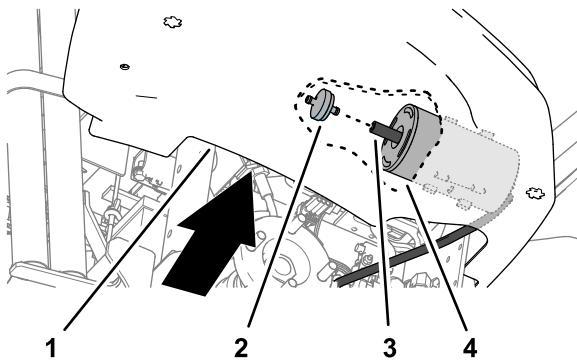

図 31
4. コンソールの下側奥のエッジ部付近にあるカーボンキャニスタフィルタを、キャニスタの所でホースから後方に引き抜く図 31。
5. 新しいカーボンキャニスタフィルタをホースに取り付ける図 31。